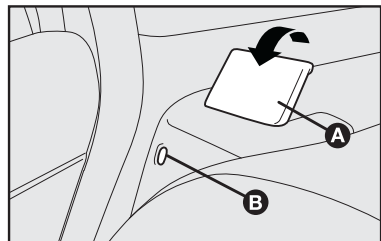

fig. 100
- levantar a alavanca **A-fig. 100** de retenção do encosto e incline este último para frente. O levantamento da alavanca é evidenciado por uma “faixa vermelha” **B**.